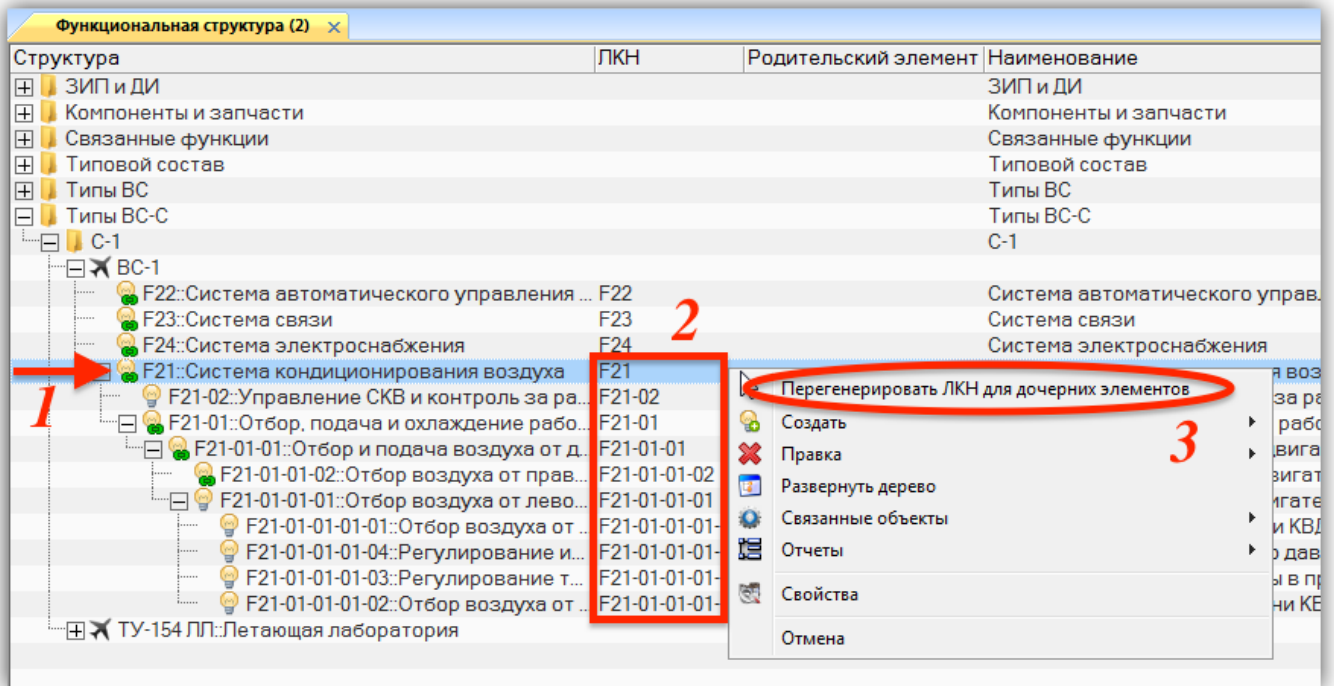

Рис. 10-286 – Изменение ЛКН дочерних функций
- 2) Выбрать ФИ или функцию и нажать кнопку «Создать функцию» панели «Создать» (1 и 2 на рис. 10-286).
3) Ввести «Обозначение» для функции (3 на рис. 10-286). В дереве объектов функции отмечены следующими пиктограммами: